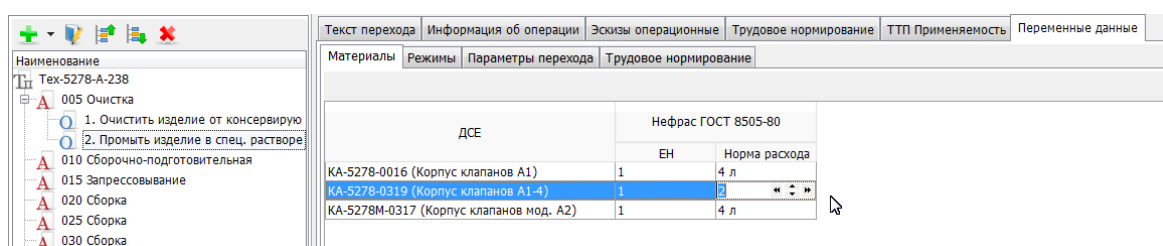

Рис. 4.64. Вкладка **Переменные данные** → **Материалы**
- ✎ открыть вкладку **Переменные данные** → **Материалы** и установить количество используемых вспомогательных материалов на переходе для каждого ДСЕ (Рис. 4.64);